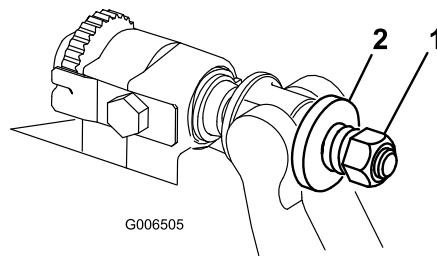

Figure 28
- Serrez l'écrou de tension du ressort jusqu'à ce que les spires soient jointives, puis desserrez-le de 1/2 tour (Figure 28).